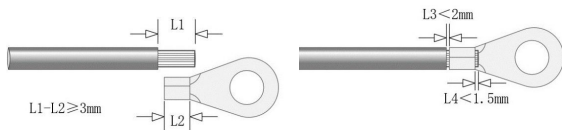

Abb. 4
STEP 3. VERDRAHTUNG. Entfernen Sie, wie in Abb. 4 gezeigt, die Isolierung des vorbereiteten Kabels mit einer Abisolierzange, führen Sie dann den Kupferleiter in den Crimpbereich der Ringkabelschuhe ein und drücken Sie die Ringkabelschuhe mit einer Crimpzange fest.